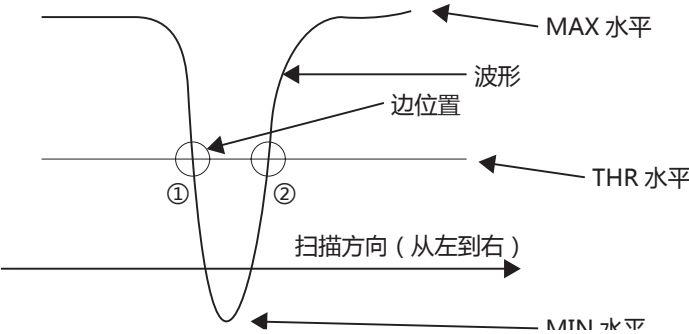

图 8.45 LH500C 扫描模式的说明图
此模式下，因没有型的概念，检出的是明暗边或暗明边的位置。例如图 8.45 的波形是暗线，但不作为线来识别，从左边进行扫描时，会以「①明暗边，接着是②暗明边」来识别。
设定为「标准 ()」时, 与暗→明、明→暗无关, 在有效视野内按扫描方向, 检出的第 1 个边作为检出对象边来进行检测。也就是, P.60 图 8.45 检出左侧的边 (①明→暗边)。
④扫描方向的选择 [NOR/REV]